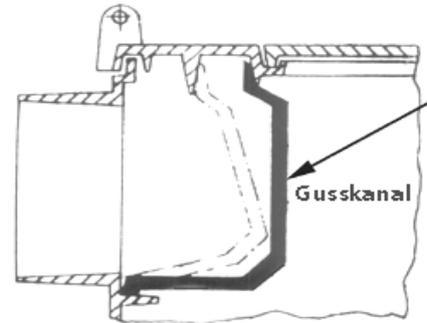

Abbildung 11: Entfernen des Gusskanals
3. Gusskanal (Abb. 11 + 12) nach rechts schieben ca.20mm
Den Gusskanal nun in umgekehrter Reihenfolge wieder einsetzen. Achten Sie darauf, dass der Gusskanal hinter dem Falz der Öffnung im Abschlussrahmen anliegt (Abb.11).